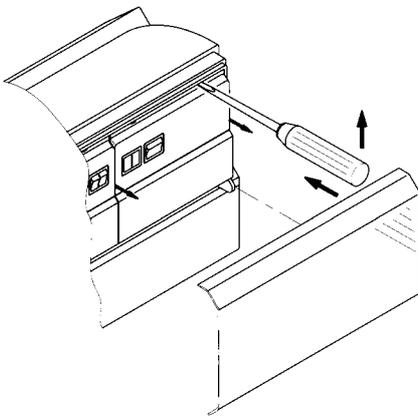

Abb. 43
2. Je nach baulichen Gegebenheiten Gehäuserückwand abbauen oder Frontplatte ausrasten (siehe Abb. 43).